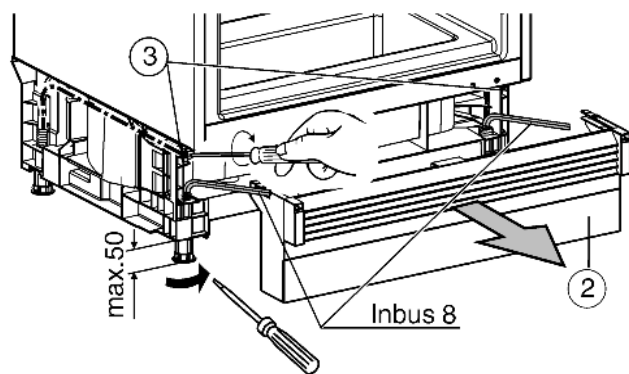

Fig. 12
- Выравнивание устройства с помощью установочных опор: Выкрутите установочные опоры Fig. 12 (3). Выкрутите передние установочные опоры с помощью отвертки, при прикрученных установочных опорах с помощью торцевого ключа 8 мм. Устройство должно быть немного зажато в нише между полом и рабочей пластиной!